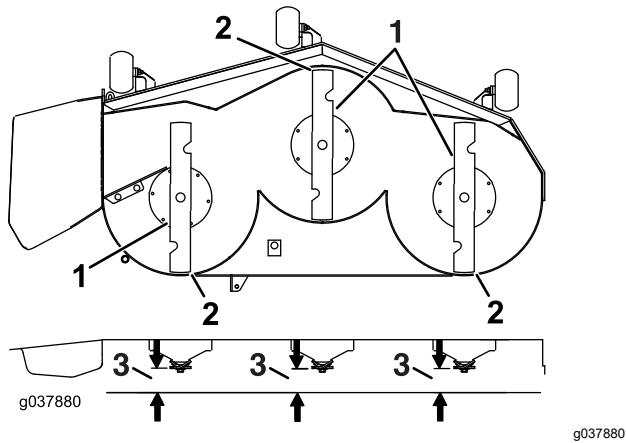

Figure 107
7. Vérifiez l'inclinaison avant/arrière des lames (Figure 107). Vérifiez que la pointe avant de la lame est plus basse que la pointe arrière, comme montré dans le tableau de hauteur de cales et d'inclinaison. Si un réglage est nécessaire, poursuivez cette procédure.